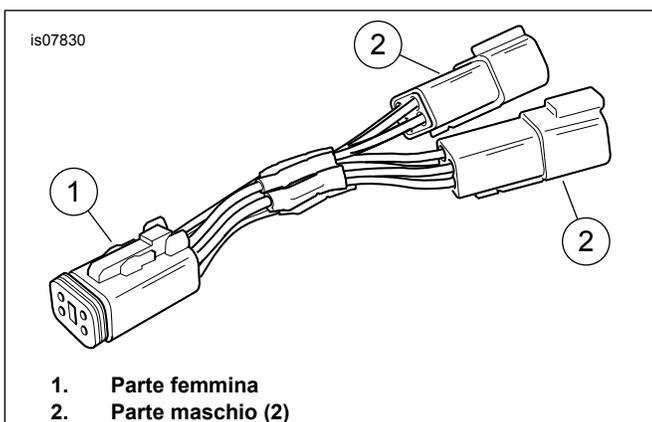

Figura 1. Fascio cavi adattatore circuito di commutazione
1. Vedere Figura 1. **Modelli 1994-2013:** collegare la parte femmina (1) del connettore Deutsch a quattro vie alla parte maschio del circuito degli accessori, posto sulla parte anteriore della batteria. **Modelli 2014-2016:** collegare la parte femmina (1) del connettore Deutsch a quattro vie al cablaggio di collegamento elettrico (N. codice 69200722, acquistato separatamente). **Modelli 2017 e successivi:** collegare la parte femmina (1) del connettore Deutsch a quattro vie al cablaggio di collegamento elettrico (N. codice 69201599, acquistato separatamente).
2. Collegare le parti femmina dei connettori degli accessori alle relative parti maschio (2) del cablaggio.